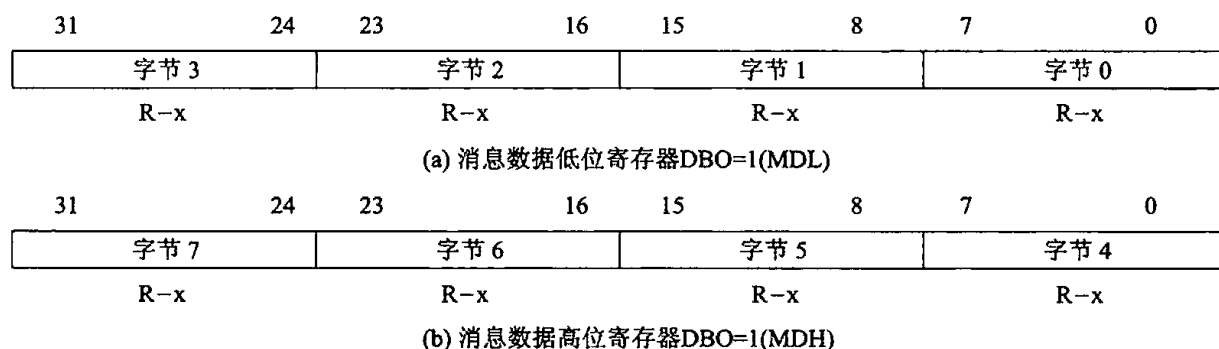

图 16-20 DBO=1 时,消息数据在 MDL 和 MDH 寄存器中的存储顺序
- 当 DBO(CANMC[10])=1 时,数据存储与读取都从 CANMDL 寄存器的最低有效位开始,到 CANMDH 寄存器的最高有效位结束,如图 16-20 所示。